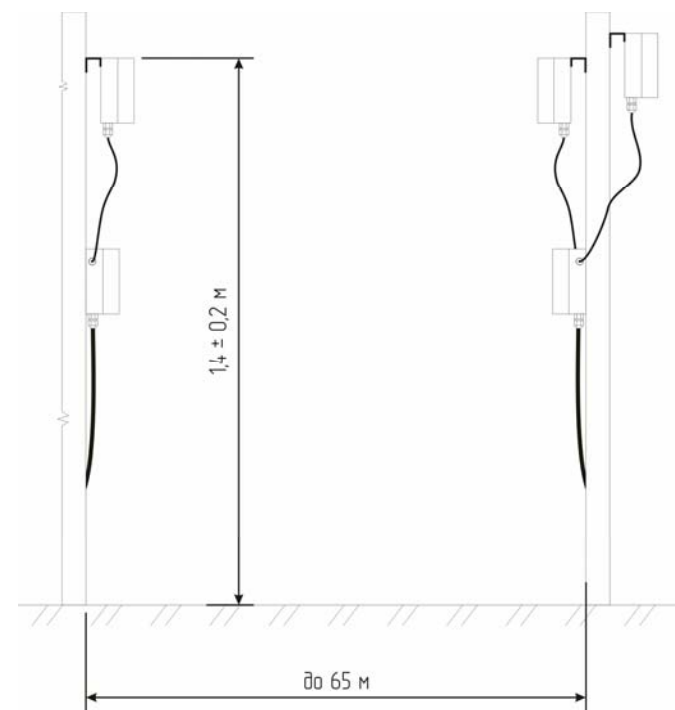

Рисунок 5.2. Монтаж извещателя TREZOR-M
- Закрепить приемник и передатчик извещателя на кронштейны (приемник и передатчик должны быть установлены навстречу друг другу, рисунок 5.2). Допустимое взаимное отклонение осей приемника и передатчика по вертикали и горизонтали $\pm 15^\circ$. **Извещатель не требует специального оборудования для установки соосности приемника и передатчика.**